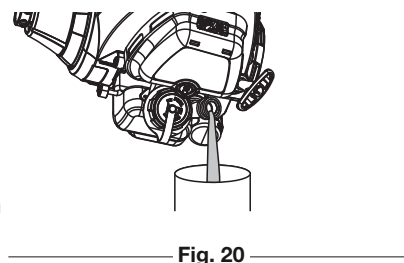

Fig. 20
2. Vierta el aceite del orificio de llenado de aceite en un recipiente inclinando la unidad hacia un lado (Fig. 20). Deje suficiente tiempo como para completar el drenaje.